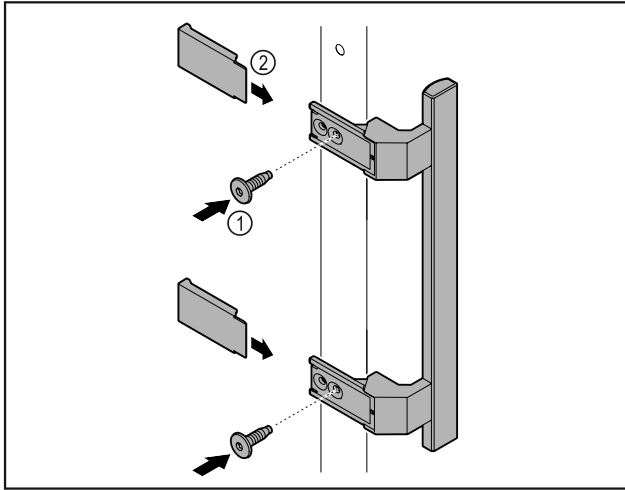

Fig. 5
- ▶ Colocar en la puerta el tirador del kit de accesorios con los tornillos incluidos Fig. 5 (1).
- ▶ Colocar la cubierta Fig. 5 (2).